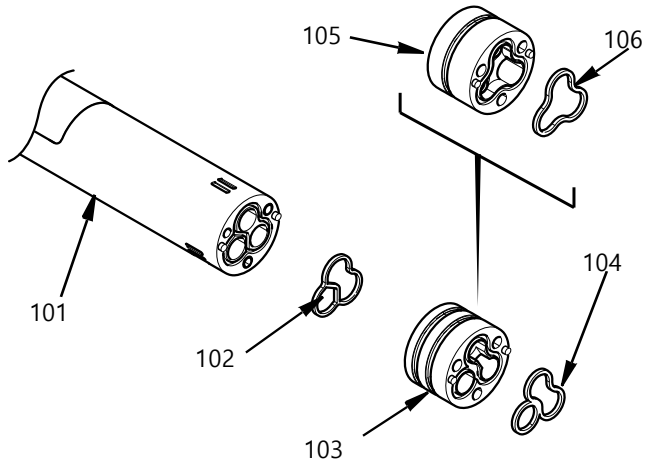

FIG. 13
- 필요한 경우 하부 재료 개스킷(106) 1개를 제거하거나 하부 재료 개스킷(104) 2개를 제거하십시오. 이제 재료 어댑터(105) 1개 또는 재료 어댑터(103) 2개와 어댑터 개스킷(102)을 제거할 수 있습니다. FIG. 13를 참조하십시오.